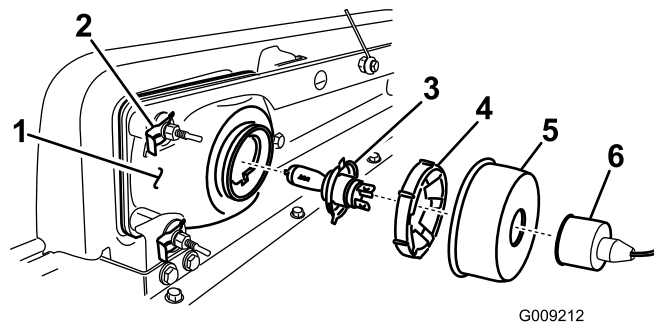

Figura 30
2. Retire a cobertura de borracha (Figura 30).
2. Retire o conjunto do farol movendo-o para a frente através da abertura no pára-choques dianteiro (Figura 30).
3. Instale o novo farol através da abertura no pára-choques (Figura 30). Assegure que os pólos de ajuste estão alinhados com os furos no suporte de montagem no pára-choques.